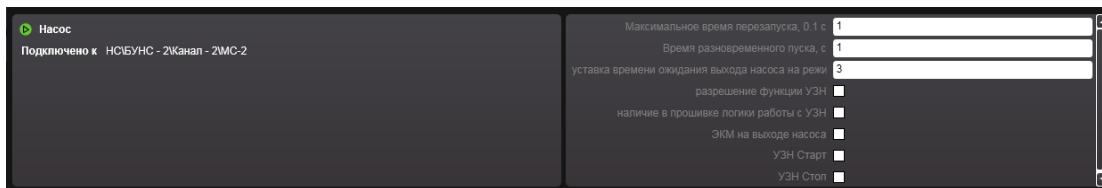

Рисунок 14.3.59 – Свойства адресного устройства Насос
20) При выделенной в рабочей области строке адресного устройства **Насос**, подключаемого к устройству НС, поле свойств устройства отображает (Рисунок 14.3.59):